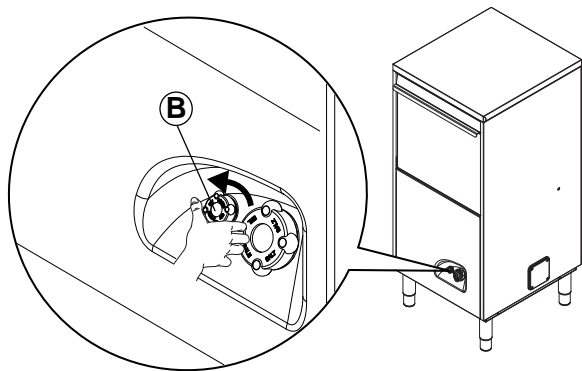

Fig. 25
På modeller med inbyggd kontinuerlig avhårdare finns sköljmedelsbehållaren på apparatens frontpanel (Fig. 25).
- Skruva av locket från behållaren "B" (Fig. 25). Skruva motsols.